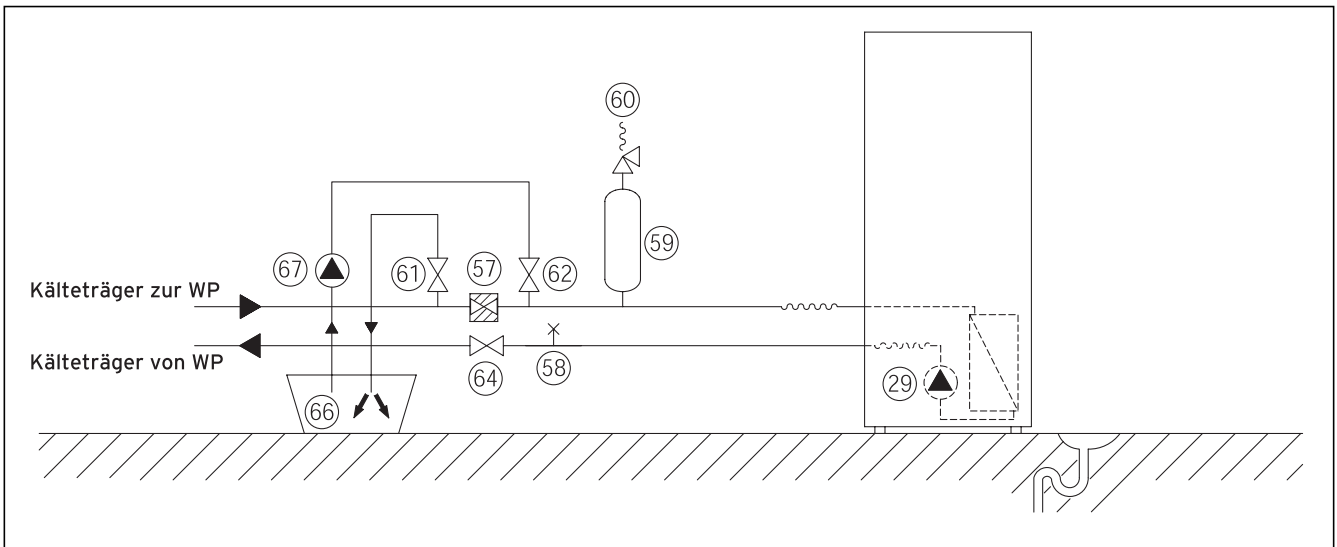

Abb. 9.1 Kälte­trä­ger­kreis­lauf
- Füllen Sie daraufhin die Kälteträgermischung aus dem Behälter **(66)** in das Kälteträgersystem. Hierfür wird eine Befüllpumpe **(67)** benötigt, die den Kollektorkreis beim Füllen gleichzeitig entlüftet. Vaillant empfiehlt die Vaillant Befüllpumpe (Art.-Nr. 307 093). Die Druckleitung der Pumpe wird an das Absperrventil **(62)** angeschlossen (siehe Abbildung 9.1).